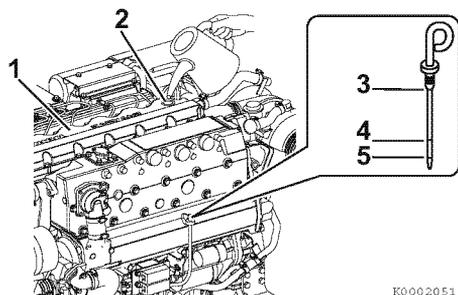

Figura 5
2. Extraiga la varilla de nivel de aceite (3, **Figura 5**) y límpiela con un trapo limpio.
4. Extraiga la varilla de nivel de aceite. El nivel del aceite debe estar entre las líneas superior (4, **Figura 5**) e inferior (5, **Figura 5**) de la varilla de nivel de aceite.
1. Retire el tapón amarillo de la boca de llenado de aceite (2, **Figura 5**) que se encuentra en la parte superior de la tapa de balancines (1, **Figura 5**) y rellene con aceite de motor.
2. Llene con aceite de motor hasta el límite superior (4, **Figura 5**) de la varilla de nivel de aceite (3, **Figura 5**). Inserte totalmente la varilla de nivel de aceite para comprobar el nivel.
- “Total” es la cantidad total cuando se llega al límite superior (4, **Figura 5**) de la varilla de nivel de aceite.
- “Efectiva” es la diferencia entre la cantidad de aceite en el límite superior y la cantidad en el límite inferior (5, **Figura 5**).
3. Apriete el tapón de la boca de llenado (2, **Figura 5**) con la mano.